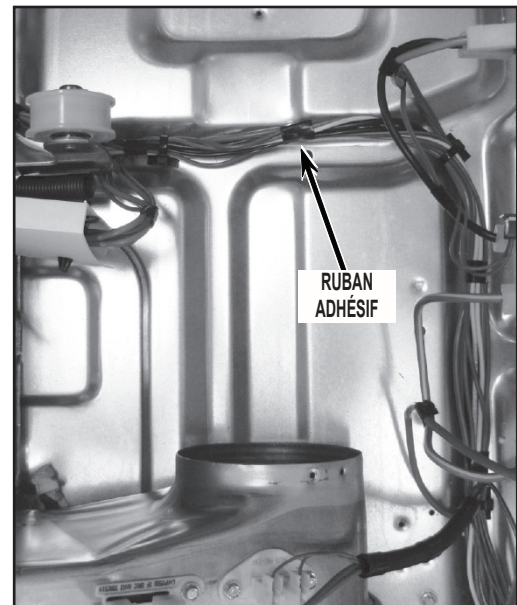

FIGURE 24
24. Déterminer s'il y a du ruban adhésif isolant sur le câblage principal comme on le voit à la Figure 24; sinon, enrouler du ruban adhésif isolant sur le câblage (comme l'indique l'illustration) pour éliminer le risque de pincement des conducteurs.